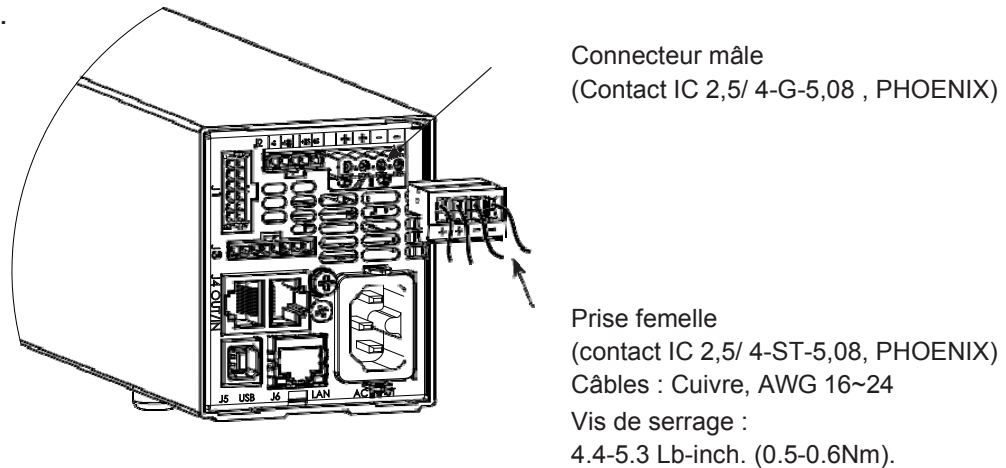

Fig.3-4: Connexion des fils au bornier de sortie.
3. Insérez chaque fil dénudé dans la borne appropriée et serrez fermement la vis de la borne (voir Fig.3-4).